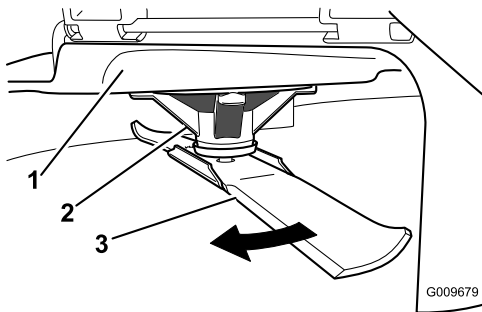

Bild 48
2. Tragen Sie dicke Handschuhe oder andere angemessene Handschuhe und drehen Sie das Messer, das Sie messen möchten, langsam in eine Stellung, in der das Messen des Abstands zwischen der Schnittkante und der ebenen Fläche der Maschine möglich ist (Bild 48).